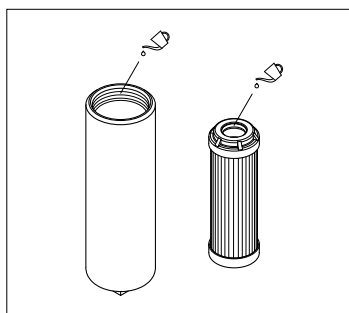

fig. 14
- (Fig. 14) Lubrificare con il fluido di lavoro il filetto del contenitore e l'O-ring dell'elemento filtrante